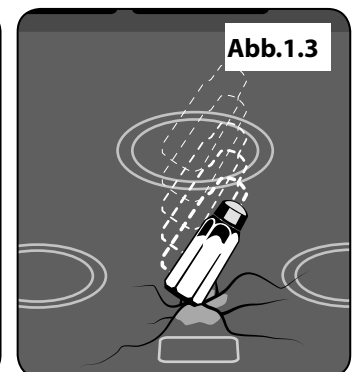

Abb.1.3
- Stellen Sie keine schweren Gegenstände auf dem Kochfeld ab. Obwohl die Keramikoberfläche sehr kräftig ist, kann ein heftiger Stoß oder ein scharfer, fallender Gegenstand (z. B. ein Salzstreuer) zu einem Riss oder Bruch der Oberfläche führen (**Abb.1.3**).